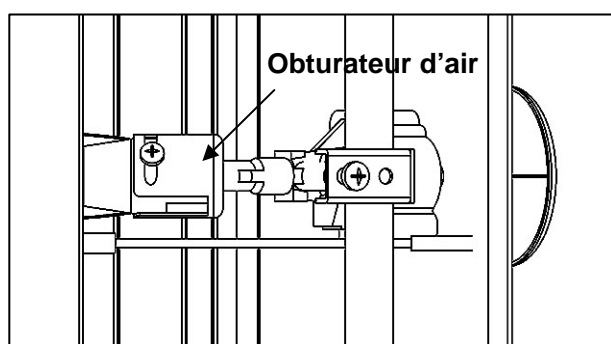

Fig. 51 Obturateur d'air
1. Desserrez l'obturateur d'air. Les obturateurs sont situés à l'extrémité des brûleurs de gaz, sous la boîte de commande. Consultez la figure 51.